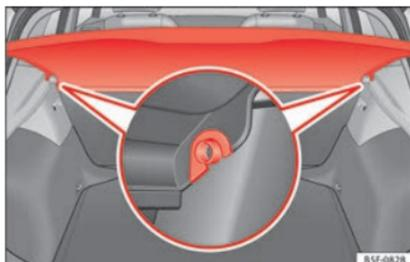

Fig. 160 Dans le coffre à bagages : démonter et monter la plage arrière.
- Dégagez la plage arrière des supports latéraux » » fig. 160 en la tirant vers le haut, et retirez la plage arrière.
- Introduisez la plage arrière horizontalement en faisant coïncider la « forme en U » sur l'axe des supports » » fig. 160, et appuyez vers le bas jusqu'à ce qu'elle s'encastre.